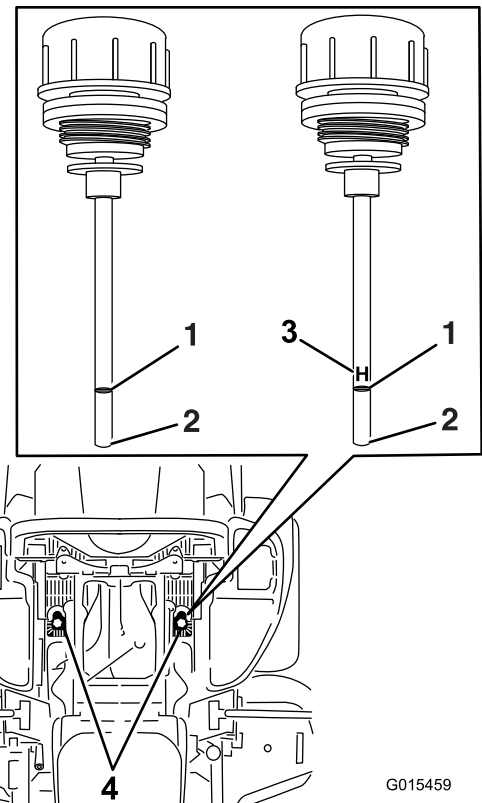

Figure 79
6. Nettoyez la surface autour des jauges des réservoirs du système hydraulique (Figure 79).
7. Sortez une jauge du réservoir hydraulique (Figure 79).
9. Ressortez la jauge et examinez son extrémité (Figure 79).